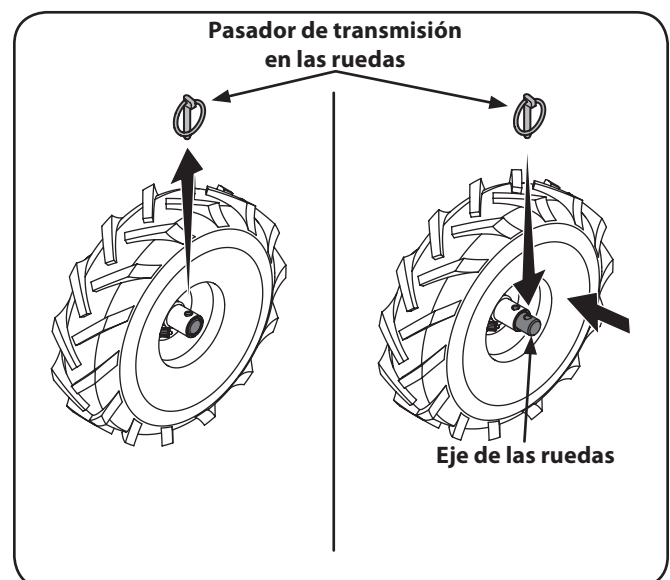

Figura 3-5
- Retire el pasador de transmisión de la rueda del cubo de la rueda y eje de la rueda. Vea la Figura 3-5.
- Deslice la rueda totalmente hacia adentro en el eje de la rueda. Reinstale el pasador de transmisión en las ruedas a través del eje de la rueda únicamente (no a través del cubo de la rueda). Vea Figura 3-5. Ahora, la rueda debe girar libremente (ruedas libres) sobre el eje de la rueda. Repita el procedimiento con la otra rueda.